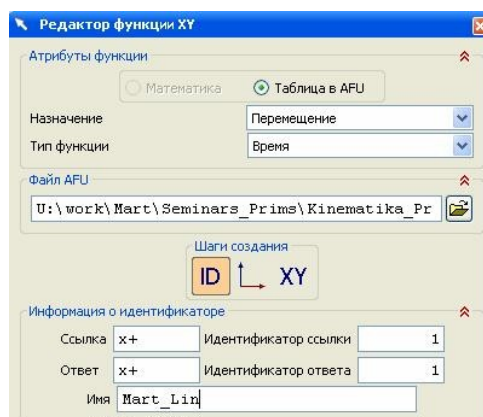

рис.84
- В ответ появляется новое диалоговое окно (рис.84).
- Каждый последующий шаг описания нашей функции в диалоговом окне на рис.84 определяется соответствующей пиктограммой в её центре, в поле “Шаги создания”.
- На первом шаге создания функции (используется пиктограмма ID) мы, главным образом, только придумываем **имя** нашей функции. Например, *Mart\_Lin* (рис.84). Описание остальных полей этого диалогового окна (рис.84) пока опустим.
- После этого опять последовательно станут доступными все окна рис. 84, 85, 87.